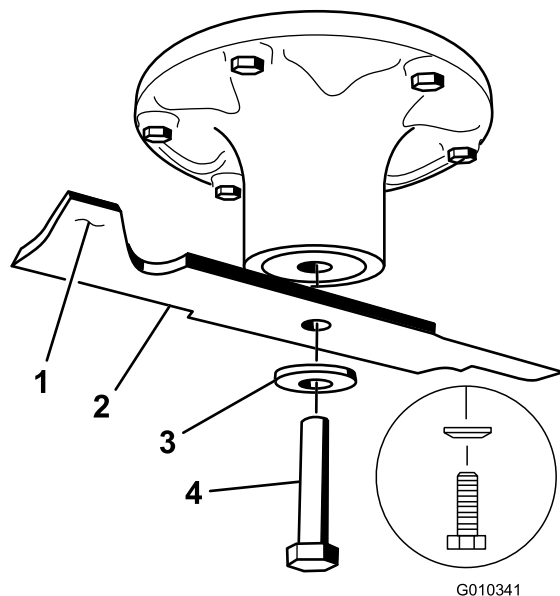

Figura 68
2. Togliete il bullone, la rondella curva e la lama dall'asse del fusello (Figura 68).
1. Montate la lama sull'asse del mandrino (Figura 68).
2. Montate la rondella curva (lato concavo verso la lama) e il bullone della lama (Figura 68).